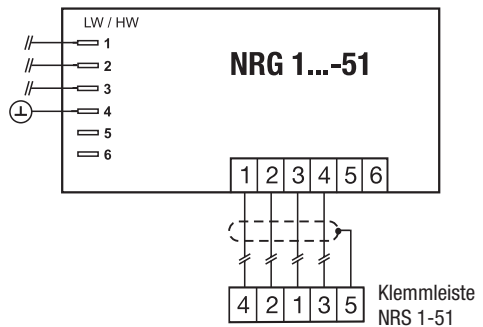

Fig. 20 Anschluss Niveauelektrode mit Aluminium-Anschlusskopf
2. Kabelverschraubung ⑲ lösen. Kabel durch Kabeldurchführung ziehen.
3. Klemmleiste ⑳ von Leiterplatte abziehen.
4. Klemmleiste gemäß Anschlussplan belegen. **Fig. 20**
7. Gehäusedeckel ⑱ aufsetzen und Schrauben ⑰ fest anziehen.